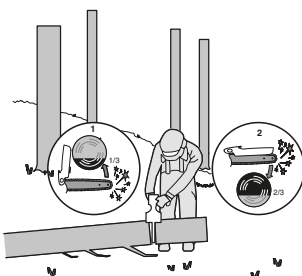

Figura 3
Quando il tronco è supportato su un lato, come illustrato in figura 3, tagliare 1/3 del diametro dalla parte inferiore (sottostrato) (1). Quindi praticare il taglio finito tramite il sottostrato per incontrare (2) il primo taglio.